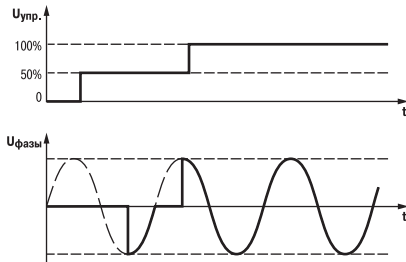

Рис. 6
3.2.1. Метод фазового управления, при котором величина управляющего сигнала определяет фазу открытия тиристора или симистора (рис. 6). При этом методе осуществляется плавное регулирование мощности в нагрузке. Число градаций регулирования 256 на один полупериод.